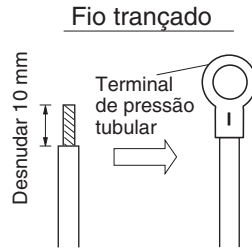
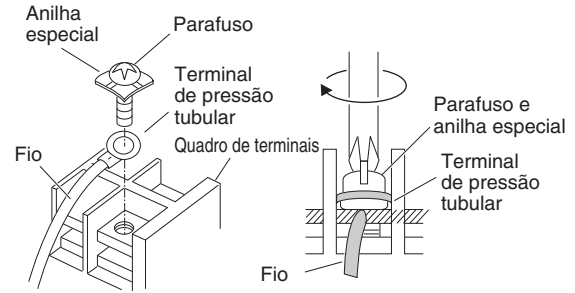

Fig. 4-7
Fig. 4-8
- (1) Corte a extremidade do fio com alicates, desnude o isolamento para expor o fio trançado aproximadamente 10 mm e, em seguida, torça bem as extremidades do fio. (Fig. 4-7)
- (2) Utilizando uma chave de fendas Phillips, retire o(s) parafuso(s) dos terminais no quadro de terminais.
- (3) Utilizando um prendedor de conectores tubular ou alicates, prenda firmemente cada extremidade desnudada com um terminal de pressão tubular.
- (4) Coloque o terminal de pressão tubular, e recolque e aperte o parafuso de terminal retirado utilizando uma chave de fendas. (Fig. 4-8)